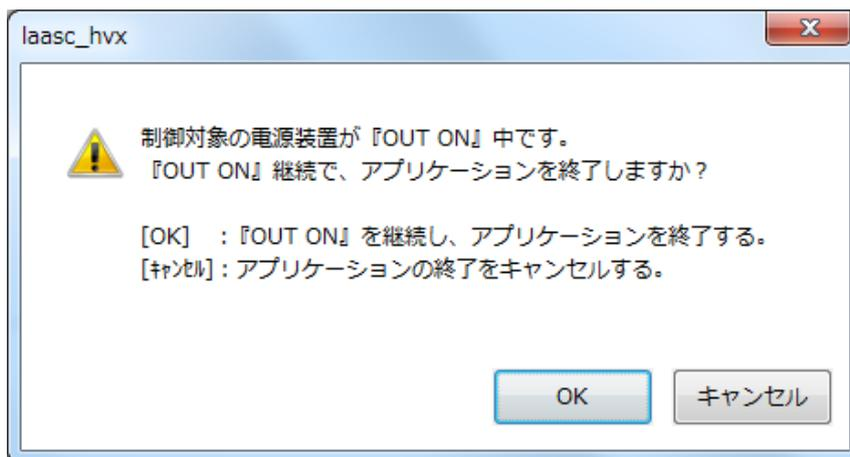

図 3-11 定値制御実行中の終了時ダイアログ
②定値制御実行中の場合、ダイアログが表示されます。(図 3-11)